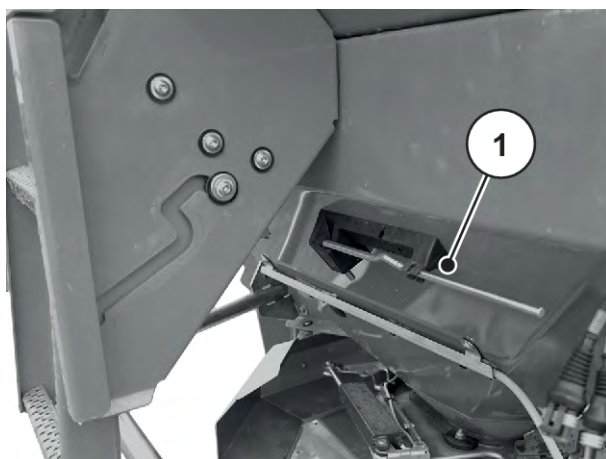

Fig. 37: Indstillingsarmens placering AXIS xx.2
- ▶ Læg indstillingsarmen tilbage i den dertil beregnede holder. Se Fig. 37 Indstillingsarmens placering AXIS xx.2